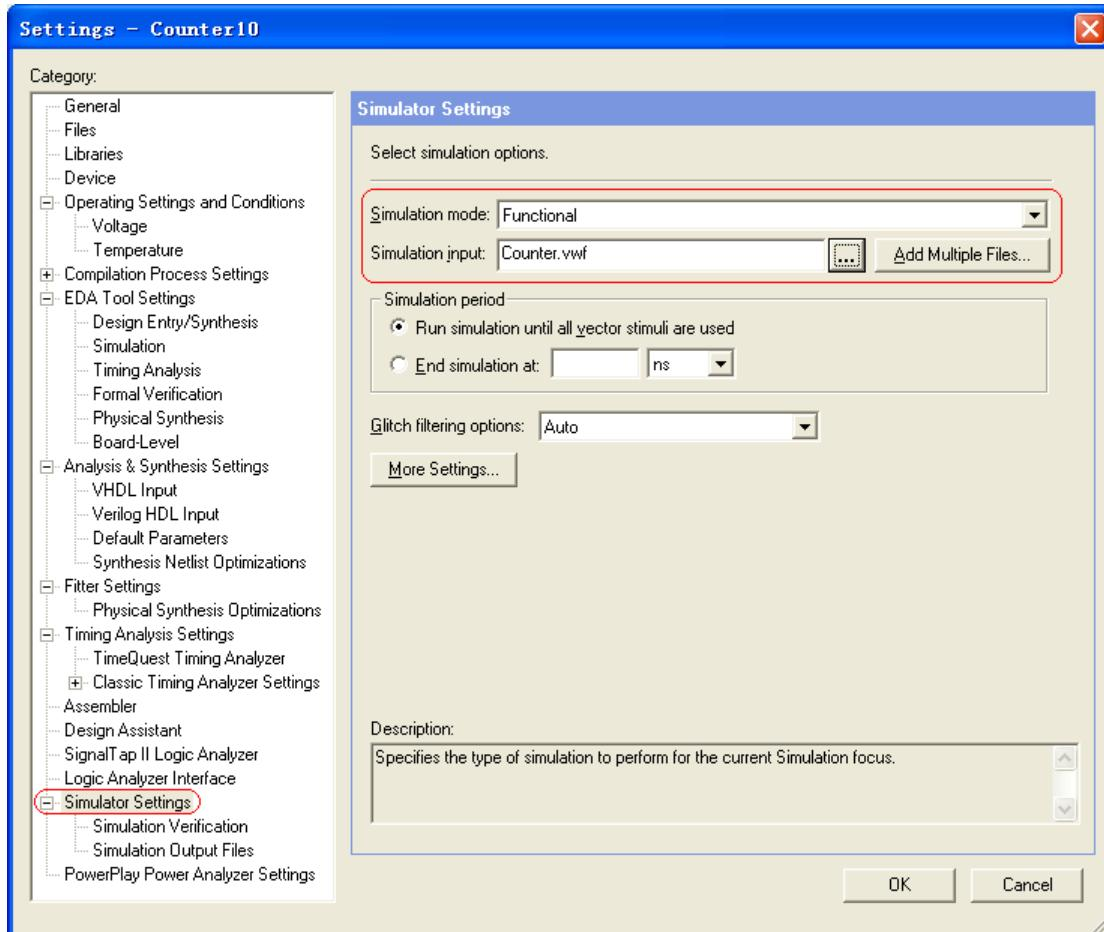

图 3-31 仿真模式设置对话框
19. 要生成功能仿真网表, 首先设置仿真模式。点击菜单项 Assignment->Settings, 选中 Simulator Settings 选项卡, 出现图 3-31 所示对话框。在 Simulation mode 中选择 Functional, Simulation input 选择刚才建立的波形文件, 完成后点击 OK。